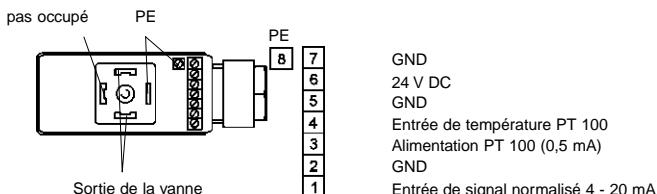

Figure 2: Raccordement
- ➔ Raccordez le câble (figure 2).